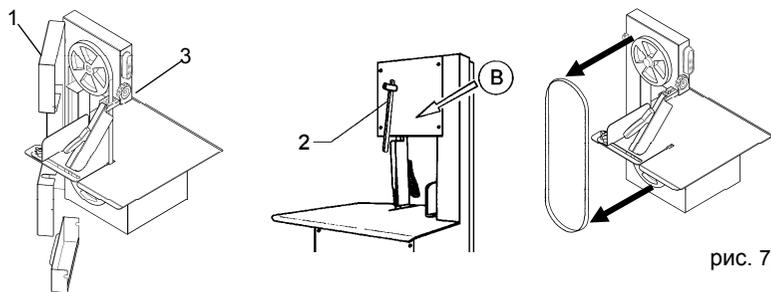

рис. 7.6.2
7.6.2 Замена пилы (рис. 7.6.2)
- Перевести рычаг «2» вниз, как показано на рис. 7.6.2 стрелкой «В».